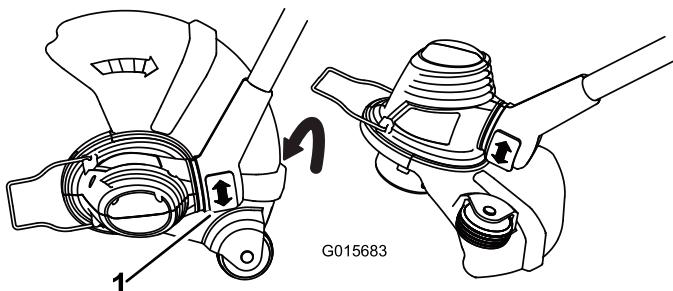

Figura 9
- Para ajustar la orientación de la base, presione hacia abajo sobre el botón de giro situado en la base del mango, luego gire la base a la orientación deseada (Figura 9).